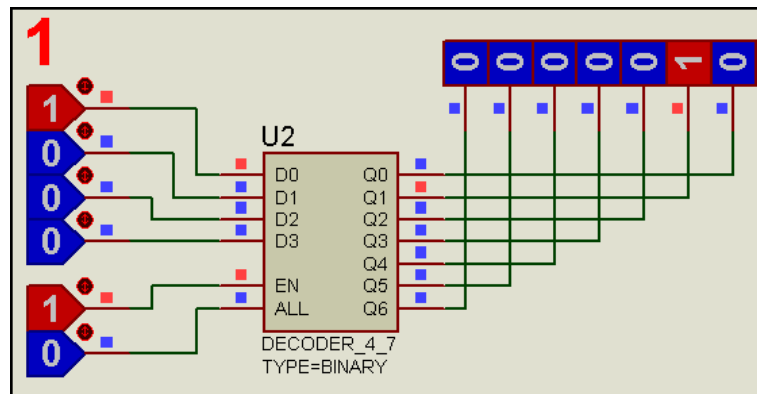

Рис. 95.
Вид декодера включенного в двоичный режим с обвеской для ручного теста показан на Рис. 95.
**BINARY** – в этом режиме двоичному коду на входах **D0...D4** модели соответствует единственный активный выход в соответствии с заданным входным значением, т.е. **0000** активирует выход **D0**, **0001** – выход **D1** (на Рис. 95) ... **1001** – выход **D9** ... **1111** – выход **D15**. Конечно, последние два из перечисленных вариантов в нашем случае отсутствуют, но имеются, например, в модели **DECODER\_4\_16**.